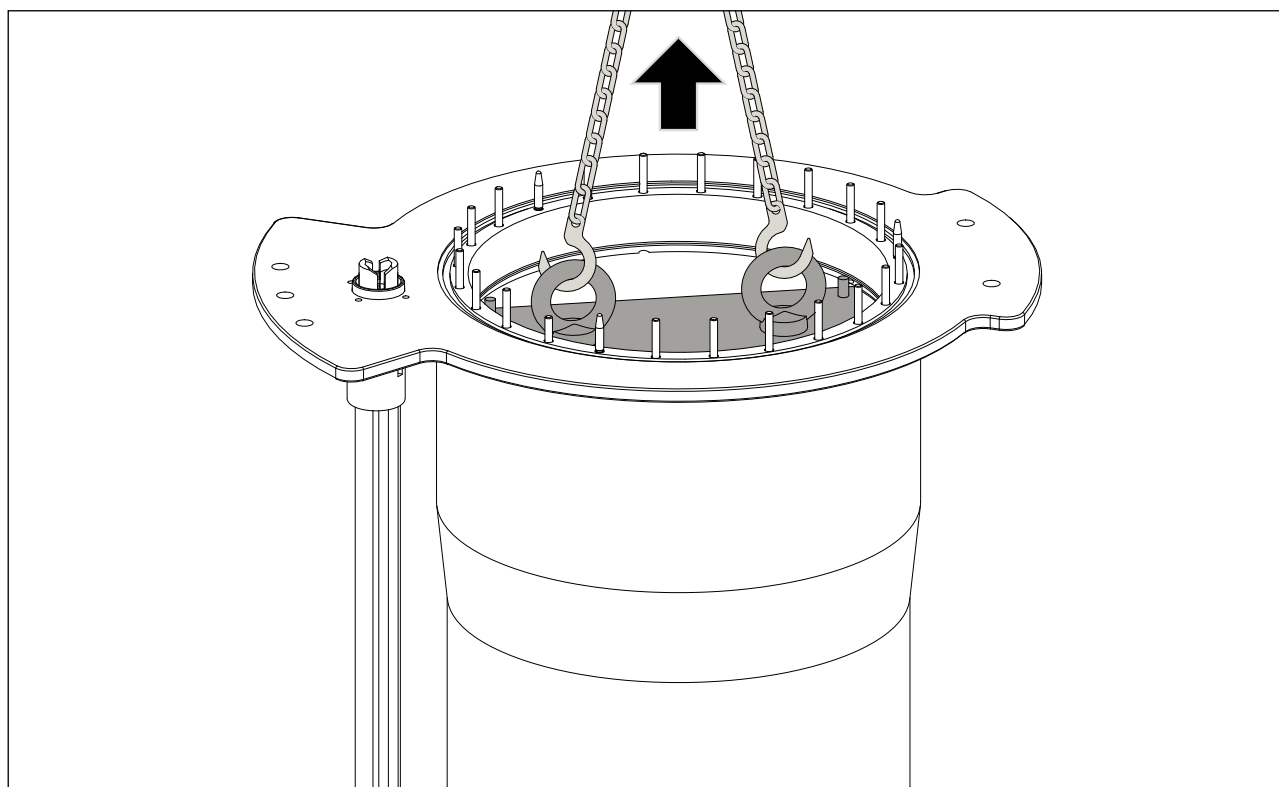

图 5-12 吊起油室
- a. 使用专用吊环吊起切换开关的油室，并将其放置在分接选择器上方（见图 5-12）。